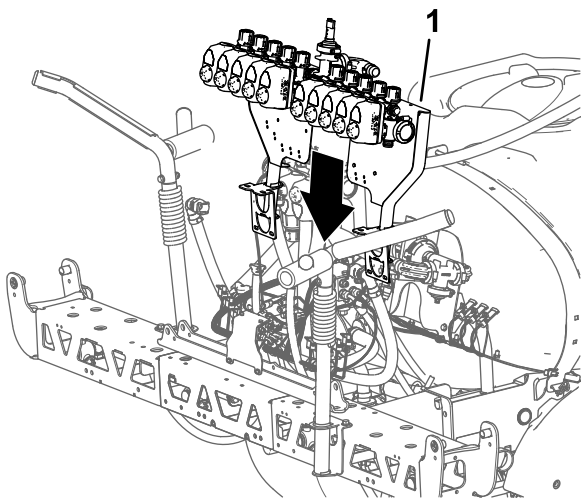

Figura 107
1. Usando un equipo de izado con la capacidad especificada, eleve el conjunto de soporte de las válvulas y válvulas de fumigación y alinéelo sobre la sección de fumigación central (Figura 107).